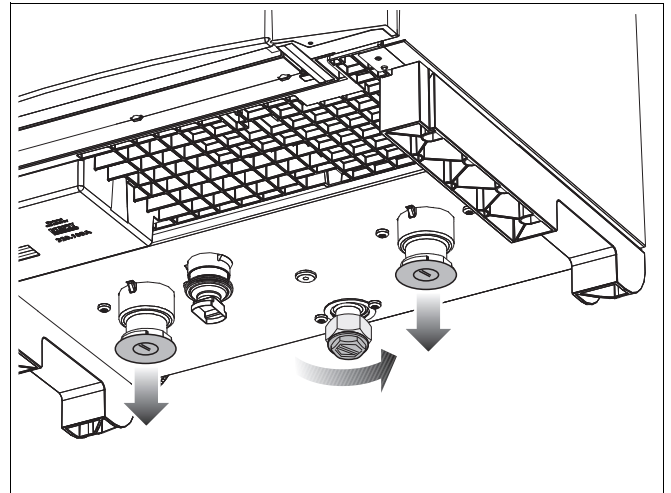

Bild 11 Ta bort skyddskåpan
- Ta bort skyddskåpan på värmepannans undersida (bild 11).